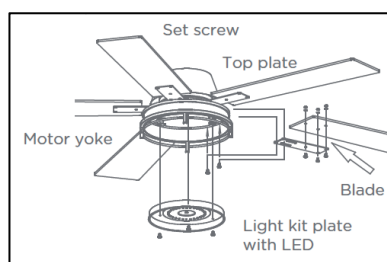

Fig. 13
- Installez le kit de plaque d'éclairage sur le moteur à l'aide des vis fournies et serrez fermement (Fig. 13).